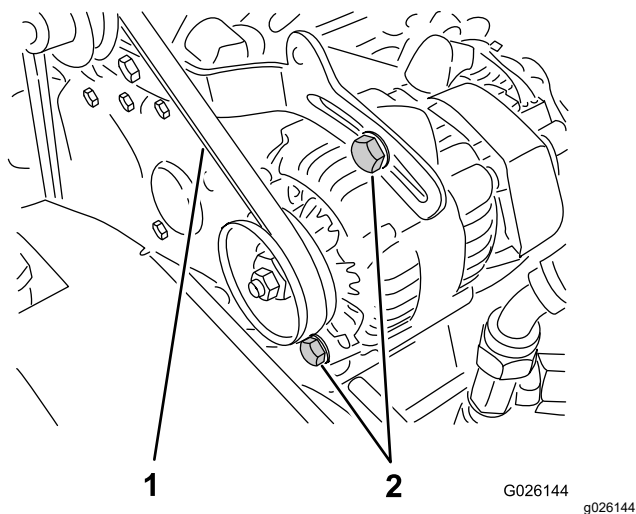

図 67
2. クランクシャフトとオルタネータのプーリ間の中央でベルトを指で押してベルトの張りを点検する。押す力は 10 kg 程度(図 67)。
- A. オルタネータの取り付けボルト 2 本をゆるめる(図 67)。
- B. エンジンとオルタネータの間にボールを入れて適当な張りに調整し、取り付けボルトを締め付ける(図 67)。